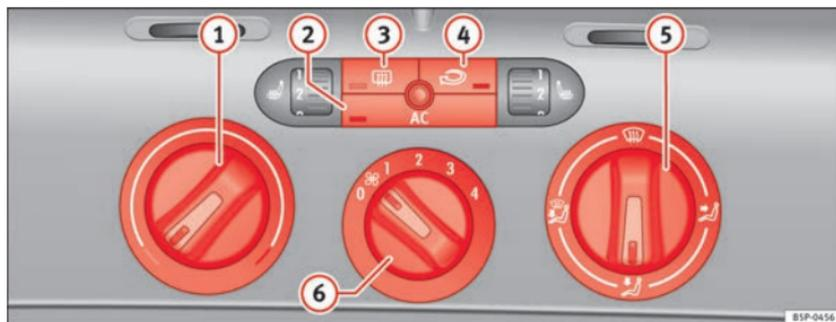

Fig. 107 Comandos do Climatic no painel de instrumentos
- Com os reguladores ⇒ Fig. 107 ① e ⑤ e com o comando ⑥ é ajustada a temperatura, a distribuição do ar e o nível do ventilador.
- Premir o respectivo botão ②, ③ ou ④ para ligar e desligar a respectiva função. Quando a função está activa, a janela que se encontra na aresta inferior do botão ilumina-se.
- ① Regulador da temperatura ⇒ Página 155
- ② Botão **AC** – Ligar ou desligar o grupo de refrigeração ⇒ Página 155
- ③ Botão – Desembaçador do vidro traseiro. Cerca de 20 minutos depois de ser activado, o aquecimento é automaticamente desligado. Pode ser também desligado antes, premindo novamente o botão.
- ④ Botão – Recirculação de ar ⇒ Página 156
- ⑤ Regulador da distribuição de ar ⇒ Página 155
- ⑥ Interruptor do ventilador. O caudal de ar é regulável em quatro níveis. A baixa velocidade o ventilador deve funcionar também sempre num nível baixo. ▶
- Ligar o climatizador com o botão ⇒ Fig. 107 .